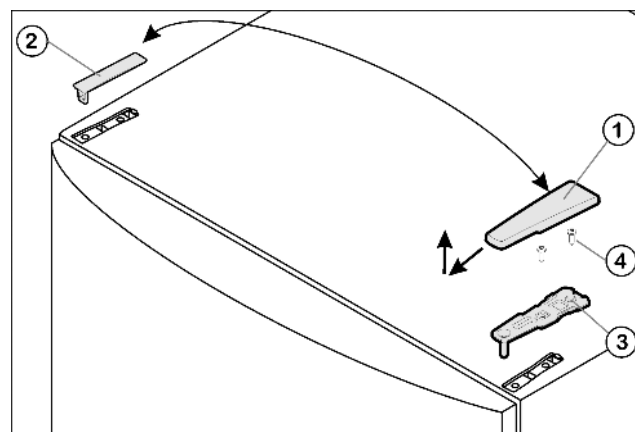

Fig. 4
- ▶ Потяните крышку Fig. 4 (1) вперед и вверх.
- ▶ Снимите крышку Fig. 4 (2).
- ▶ Открутите верхний опорный кронштейн *Fig. 4 (3)* (2 шт. Torx® 25) *Fig. 4 (4)* и вытяните вверх.
- ▶ Установите верхний опорный кронштейн Fig. 4 (3) на новой стороне шарнира и защелкните в дверце.
- ▶ Привинтите верхний опорный кронштейн (с моментом 4 Нм) (2 шт. Torx® 25) Fig. 4 (4). При необходимости проделайте отверстия или используйте аккумуляторную отвертку.
- ▶ Наденьте и защелкните крышку Fig. 4 (1) и крышку Fig. 4 (2) на противоположной стороне снаружи.